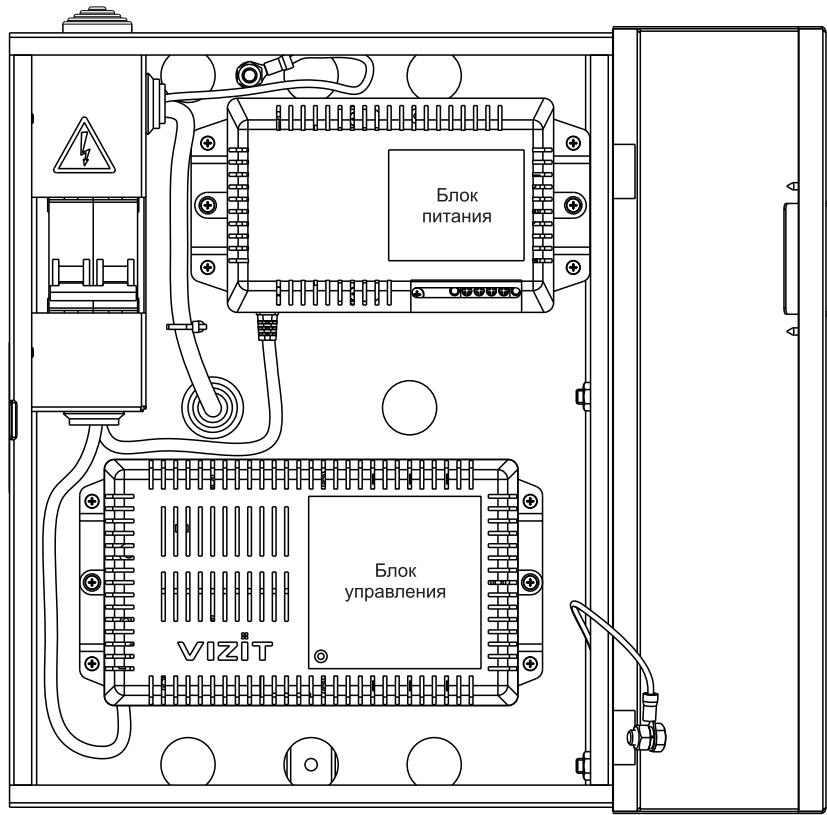

Рисунок 2 - Расположение блоков в боксе
- Заведите кабель внутрь бокса через одно из отверстий для кабеля питающей сети ⑥ . При вводе кабеля через отверстие в задней стенке (см. рисунок 2) установите в это отверстие кабельный ввод-сальник ⑨ предварительно снятый с нижней стенки.